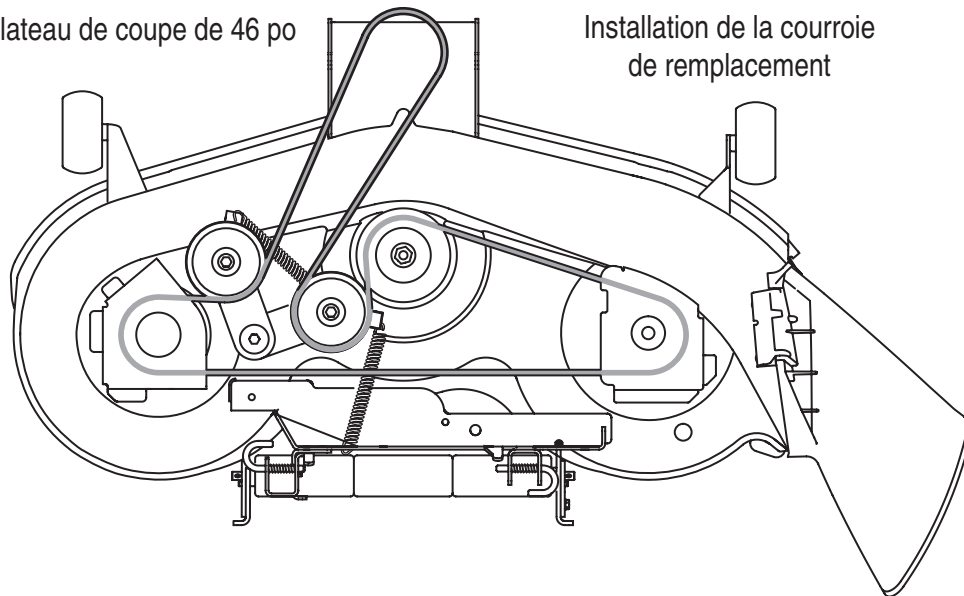

Figure 27 Installation de la courroie de remplacement sur le plateau de coupe de 46 po
- **Plateau de coupe de 46 po SEULEMENT :** Dégagez la courroie usagée du plateau de coupe. Installez la courroie neuve autour de la fusée et des poulies de tension. Voir la Figure 27.